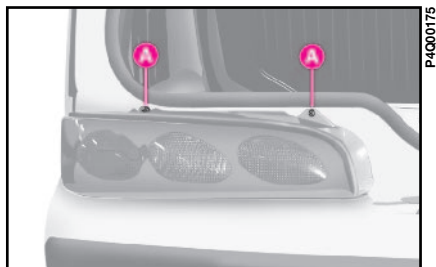

fig. 25
1) dévisser les deux vis **A** -fig. 25 de leurs logements et rabattre le transparent;